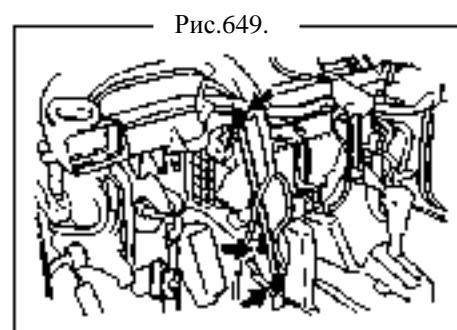

Рис.649.
- (с) Установите два винта и удлинительную крышку (рис.649).